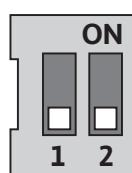

Fig. 35: Conmutador DIP
Los conmutadores DIP (Fig. 14, pos. 6/Fig. 35) se encuentran debajo de la tapa de la carcasa.